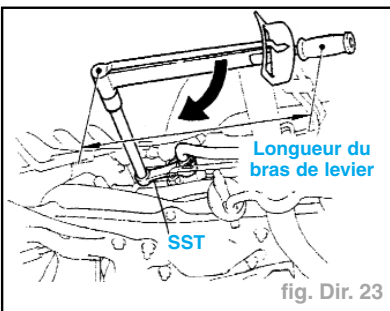

fig. Dir. 23
- A l'aide du SST, brancher les canalisations d'alimentation et de retour de pression (SST réf. **09023-12900**) (fig. Dir. 23).